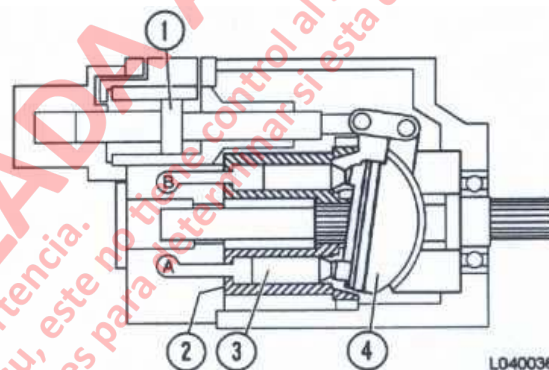

FIGURA 4-12. BOMBA VOLUMEN MEDIO
La Figura 4-12 muestra que la posición del pistón de control (1) está cerca del centro de su carrera. El bloque de sujeción no está en un ángulo tan inclinado como antes, y por lo tanto, la carrera de los pistones es más corta. A medida que se acorta la carrera del pistón, también disminuye la salida de la bomba.